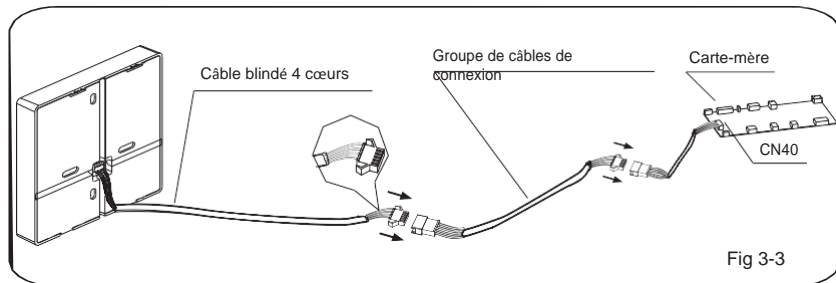

Fig 3-3
- Brancher le raccord femelle du groupe de câbles de la carte mère au raccord mâle du groupe de câbles de connexion. (Voir Fig.3-3)
- Veuillez brancher l'autre côté du groupe de câbles de connexion au raccord mâle du groupe de câbles du boîtier de contrôle. (Voir Fig.3-3)